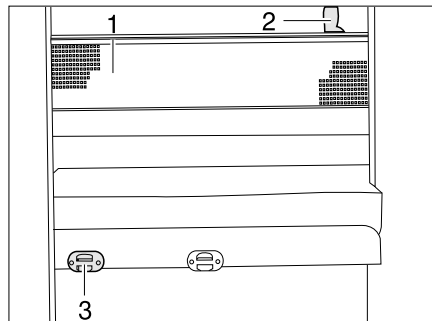

Bild 171 Sicherungsnetz
- Die Aufstiegsleiter mit den Holmen in die Halterung (Bild 171,3) an der Blende einhängen.
Das Sicherungsnetz (Bild 171,1) ist serienmäßig zwischen Matratze und Lattenrost verstaut. Das Sicherungsnetz erst aufspannen, wenn sich die Person bereits im Bett befindet.
- Die Haltebänder (Bild 171,2) in die Halterungen an der Decke einrasten.